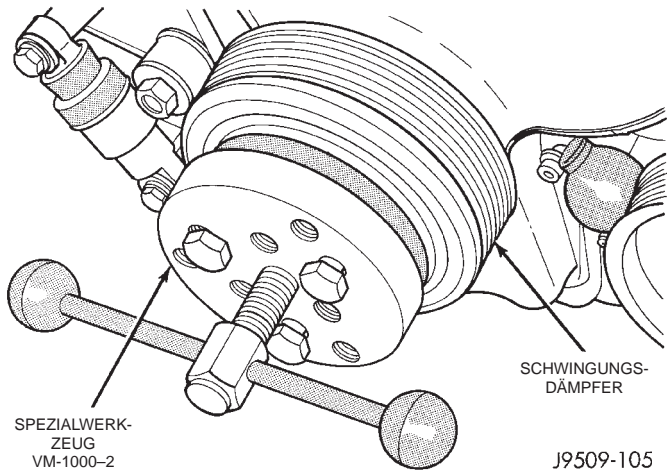

Abb. 26 Ausbau des Schwingungsdämpfers mit Spezialwerkzeug VM-1000-2
- (1) Batteriekabel abklemmen.
- (2) Lüfter abbauen, in der Abdeckung belassen und dann Lüfter zusammen mit der Abdeckung herausnehmen.
- (3) Antriebsriemen/Zusatzaggregate abnehmen, (siehe Kapitel 7, Kühlsystem).
- (4) Mutter des Schwingungsdämpfers abschrauben.
- (5) Spezialwerkzeug VM-1000-2 anbringen und Schwingungsdämpfer ausbauen (Abb. 26).